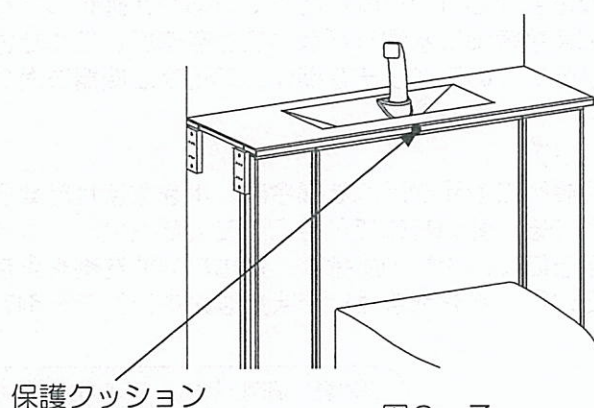

図9-7
- (6) 温水洗浄便座の蓋が当たるカウンター部分に保護クッションを貼り付けてください。(図9-7)
(図9-7に準ずる)